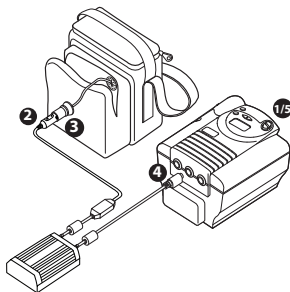

Abbildung 4: Anschließen des Gleichstromadapters
2. Schließen Sie den Autoadapter an das Eingangskabelnde des Gleichstromadapters an. Siehe Abbildung 4.